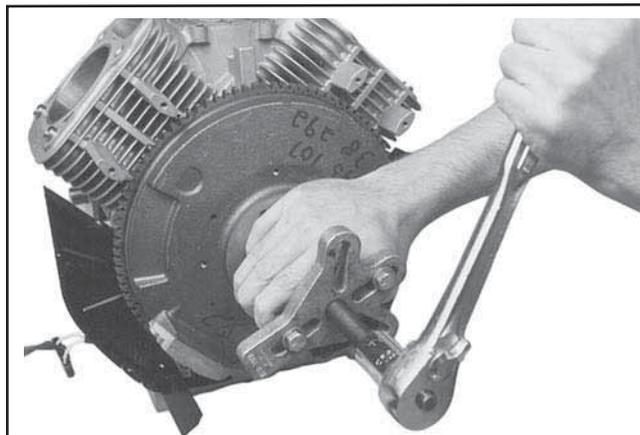

Figure 9-63. Enlèvement du volant à l'aide de l'extracteur.
3. Utiliser un extracteur pour retirer le volant de l'arbre moteur. Voir la Figure 9-63.